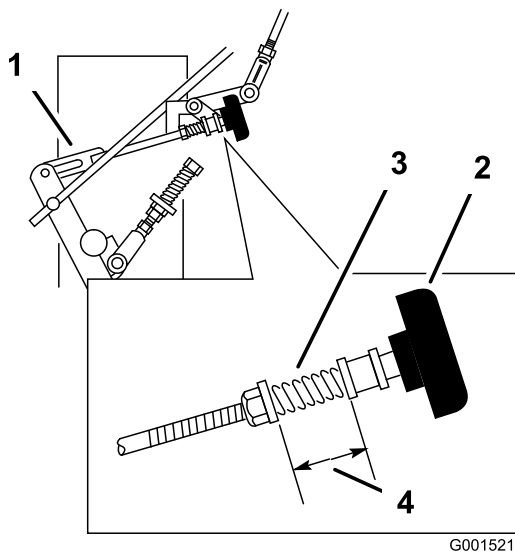

Figura 41
3. Ajuste el acoplamiento del lado derecho girando el mando de ajuste de la dirección en el sentido contrario a las agujas del reloj, hasta que la rueda empiece a girar hacia adelante (Figura 41).
4. Gire el mando en el sentido de las agujas del reloj, 1/4 de vuelta la vez. Luego mueva la palanca de control de la velocidad hacia adelante y hacia atrás a punto muerto. Repita esto hasta que la rueda derecha deje de girar hacia adelante (Figura 41).
6. El muelle que mantiene tensado el mando no suele necesitar ajustes. No obstante, si es necesario ajustarlo, ajuste el muelle hasta que la distancia entre las arandelas sea de 26 mm (1 pulgada) (Figura 41).
7. Ajuste la longitud del muelle girando la tuerca de ajuste del muelle (Figura 41).